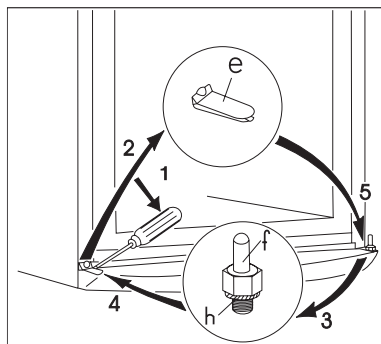

Fig.4
- Levez et retirez l'insert de la grille de garniture inférieure (e) à l'aide d'un tournevis (Fig. 4).
- Dévissez la goupille de charnière de la porte inférieure du congélateur (h, f), puis vissez-la de l'autre côté. N'oubliez pas l'entretoise (h) (Fig. 4).
- Posez la porte du congélateur sur la goupille de fixation de la porte inférieure (f) (Fig. 4).